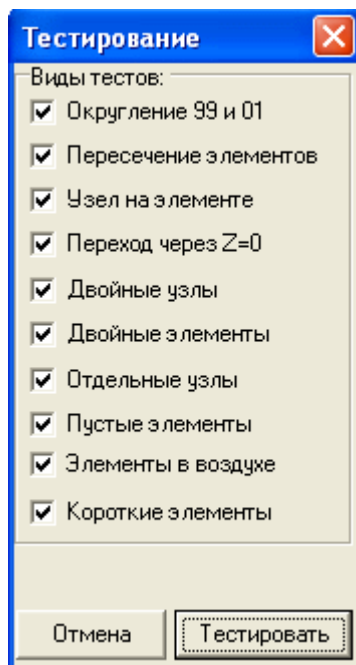

Рис. 3-18. Окно «Тестирование».
- **Проверка.** Этот пункт меню вызывает диалоговое окно «Тестирование» (см. Рис. 3-18) для проверки геометрии модели ЗУ на ошибки, которые могут привести к сбоям и неправильным результатам расчета. Перед запуском расчета модели ЗУ **необходимо** производить проверку этой модели на ошибки.